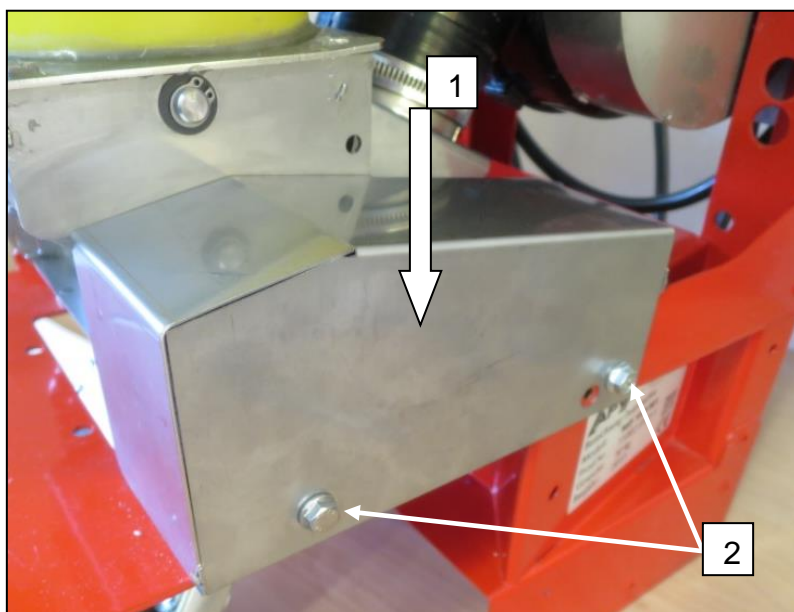

Abb.: 136
- Zum Montieren des Säwellenmotordeckels, stecken Sie diesen von oben herab **1** über den Säwellenmotor und fixieren ihn mit den vorhandenen Schrauben **2** (Abb.: 136).